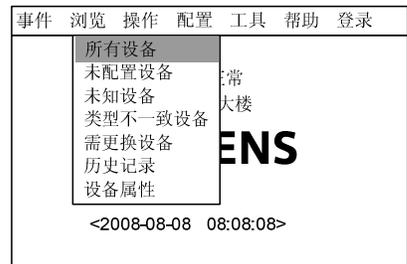

图 24-2
2. 按“→”键选择“浏览”子菜单（图 24-2），选择“所有设备”，然后按“OK”键，